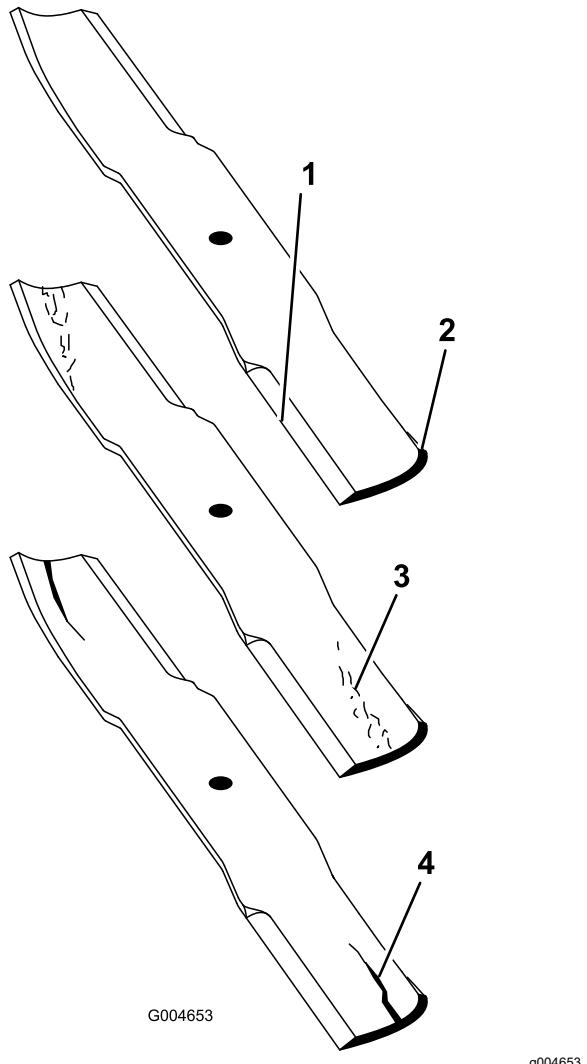

Figura 25
1. Controllate i taglienti (Figura 25). Se i taglienti non sono affilati o mostrano delle tacche, togliete le lame e affilatele. Vedere Affilatura delle lame \(pagina 19\).
2. Controllate le lame, in particolare la costa (Figura 25). In caso di danni, usura o scanalature nell'area (Figura 25), montate immediatamente una nuova lama.